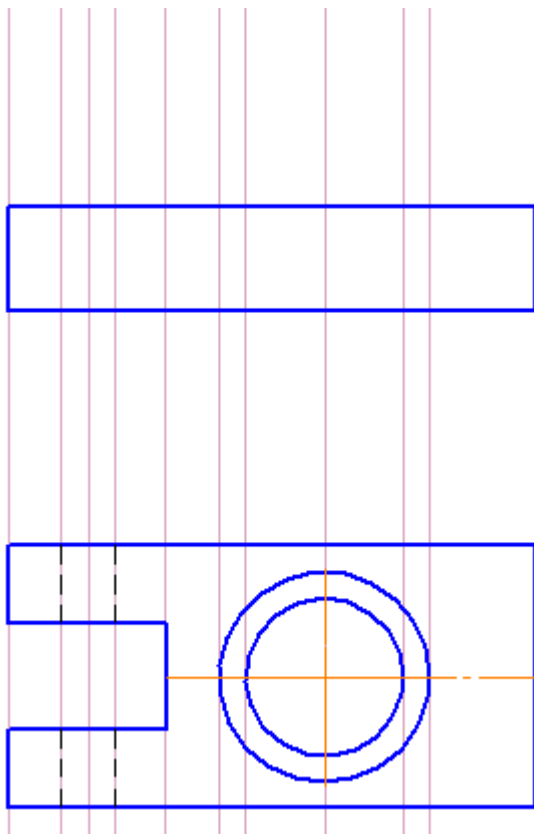

Рис.6
- с помощью  – **Прямоугольника** постройте основание детали на главном виде (высота 20 мм, ширина 100 мм) **Без осей**, расположив над видом сверху. Построение начинайте снизу вверх (рис. 6);